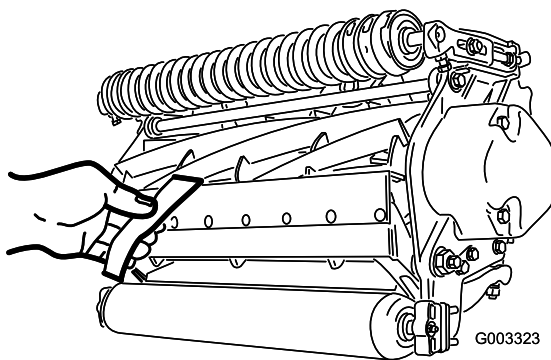

Figura 12
10. Teste o desempenho de corte inserindo uma fita comprida de desempenho de corte (número de peça Toro 125-5610) entre o cilindro e a lâmina de corte, perpendicular à lâmina de corte (**Figura 12**). Lentamente rode o cilindro para a frente; deve cortar o papel.